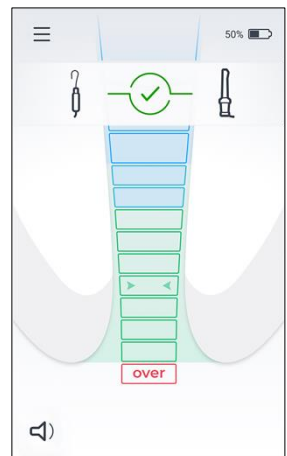

Fig. 4
3. L'icône « test de connexion du câble »  devrait apparaître sur l'écran - voir Fig. 4.